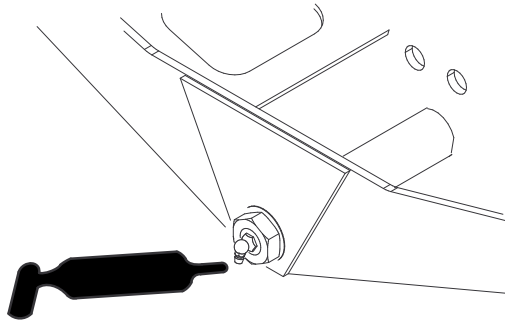

Figura 111
- Pivota axă directoare (1) (Figura 111)